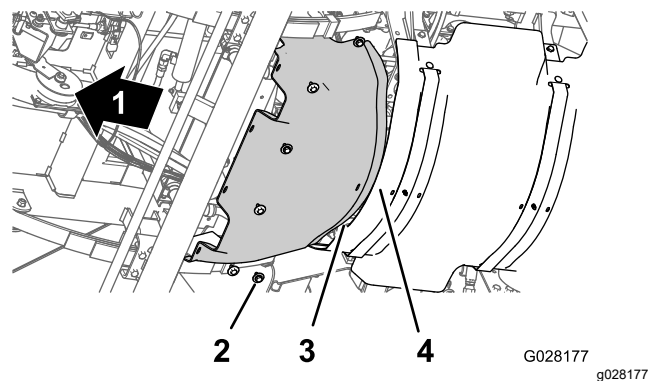

Figure 66
1. Alignez la bride arrière de l'écran pare-chaleur avant et la bride avant de l'écran pare-chaleur arrière (Figure 66).
2. Alignez les trous de l'écran pare-chaleur avant et les trous filetés du châssis (Figure 66).
3. Montez l'écran pare-chaleur avant sur la machine au moyen des 6 boulons à tête hexagonale et des 6 rondelles (Figure 66) retirés à l'opération 3 de Dépose de l'écran pare-chaleur avant \(page 56\).